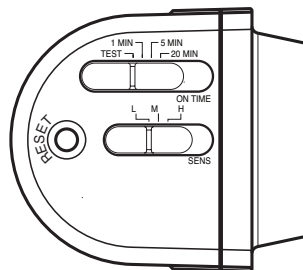

Figure 7
- Pour une installation sous l'avant-toit, assurez-vous que le capteur est situé à l'opposé du mur du bâtiment. Faites pivoter le détecteur de sorte que les commandes situées sur le dessous du détecteur (voir la Figure 7) soient face au sol.
2. Placez le commutateur de sensibilité (SENS) en position « L » et le commutateur de fonctionnement (ON-TIME) en position TEST (voir la Figure 7).
- Bouton de réinitialisation (voir la Figure 7) : utilisez un trombone et appuyez sur le bouton de réinitialisation pendant 15 secondes pour réinitialiser la lumière.